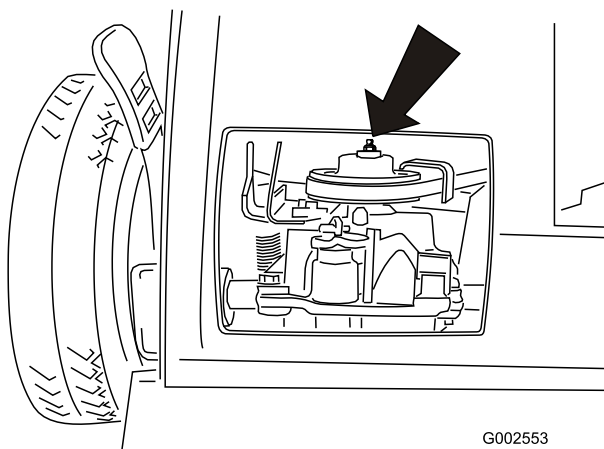

Figura 20
2. Conecte una pistola de engrasar en el punto de engrase a través del hueco de la cubierta de la correa (Figura 20).